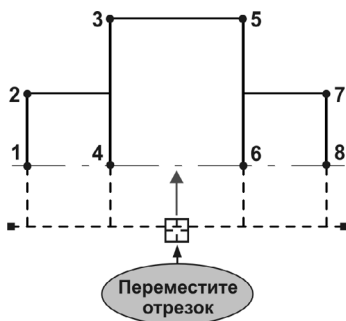

Рис. 59.76.
7. Проверьте работу модели. Выделите осевую линию и переместите ее вертикально вверх. Чтобы обеспечить выполнение наложенных связей, будут изменены размеры всех вертикальных отрезков (рис. 59.76).